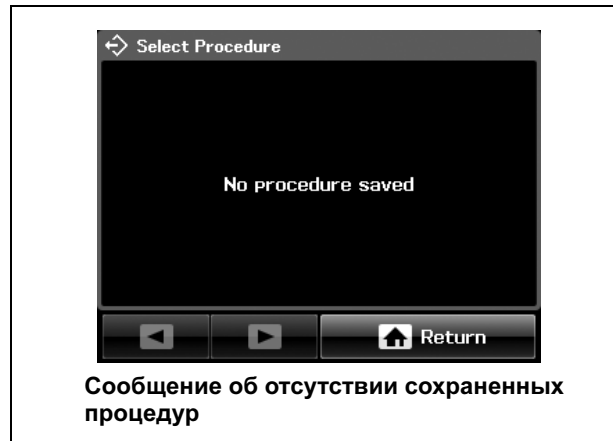

Рис. 6.8
- Если нет сохраненных процедур, то будет показано сообщение No procedure saved (Нет сохраненных процедур) (см. рис. 6.8).